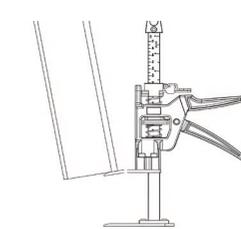

Abbildung 1
- Es ist streng verboten, den Heber zu verwenden, wenn er halb mit schweren Gegenständen in Kontakt ist (Abbildung 1).